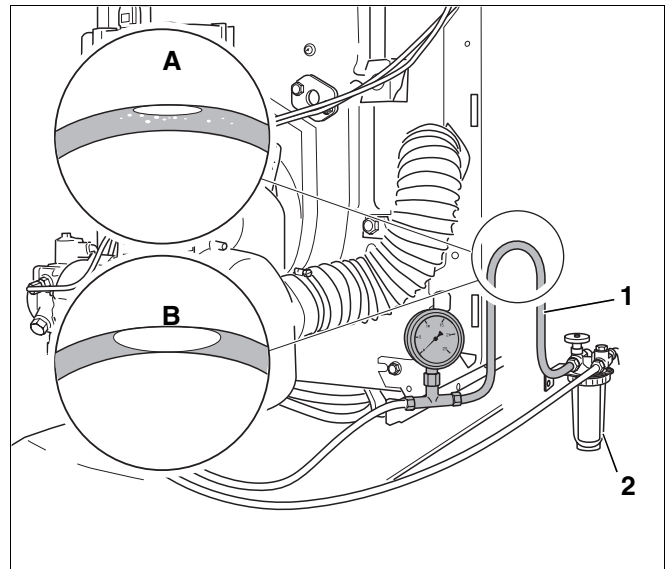

Abb. 47 Transparenten Schlauch hochbinden
- Transparenten Schlauch (Abb. 47, **Pos. 1**) in die Saugleitung hinter dem Ölfilter (Abb. 47, **Pos. 2**) einbauen.
- Eine Schlaufe des transparenten Schlauchs in der gezeigten Weise (Abb. 47) hochbinden.
- Sichtkontrolle der sich ansammelnden Luftmenge (Abb. 47, **Lupe A** und **B**) durchführen.
Wenn sich lediglich eine geringe Luftmenge an der höchsten Stelle der Schlaufe (Abb. 47, **Lupe A**) sammelt, ist die Ölleitung ausreichend dicht.
Bei größeren Luftblasen (Abb. 47, **Lupe B**) sind die Saugleitung und/oder die Anschlüsse undicht.